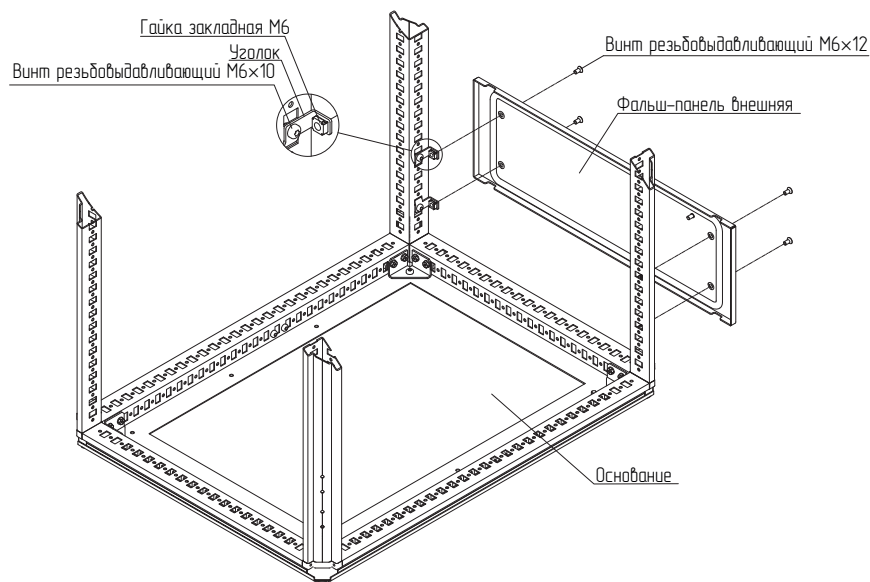

Рисунок 37
4.13.3 Приложить фальш-панель внешнюю глухую к стойкам каркаса, отметить место расположения уголков, закрепить уголки винтами М6×10 (рисунок 37). Момент затяжки – 7 Н·м.
4.13.5 Закрепить фальш-панель внешнюю на уголках винтами М6×12 (рисунок 37). Момент затяжки – 7 Н·м.